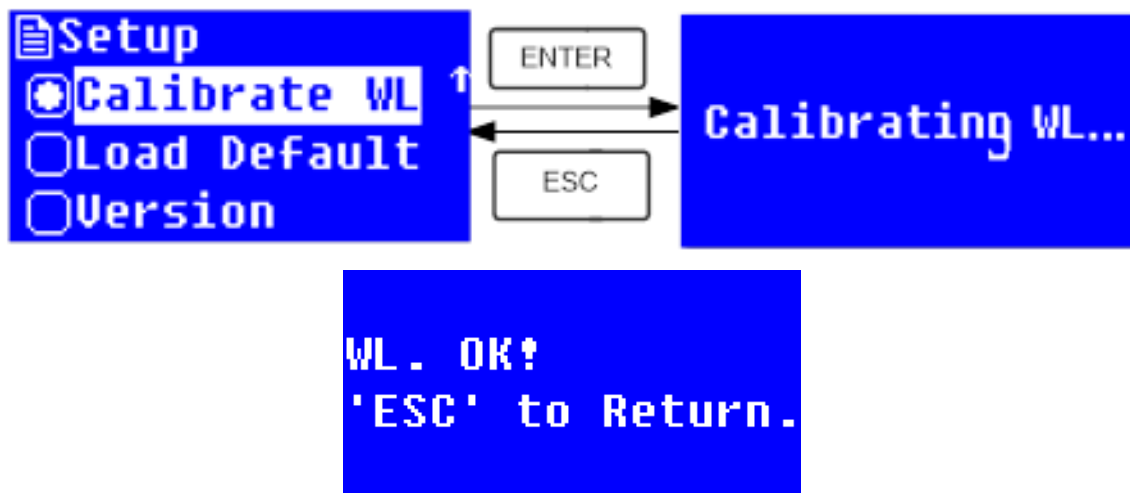

Figura 29
3. Con las teclas **▲** o **▼** seleccione “Calibrate WL” y presione **ENTER** para comenzar la calibración (figura 29). No abra la puerta durante el proceso. El sistema comenzará con el análisis y le enviará una notificación cuando la calibración haya concluido. Presione **ESC** para regresar al menú anterior.